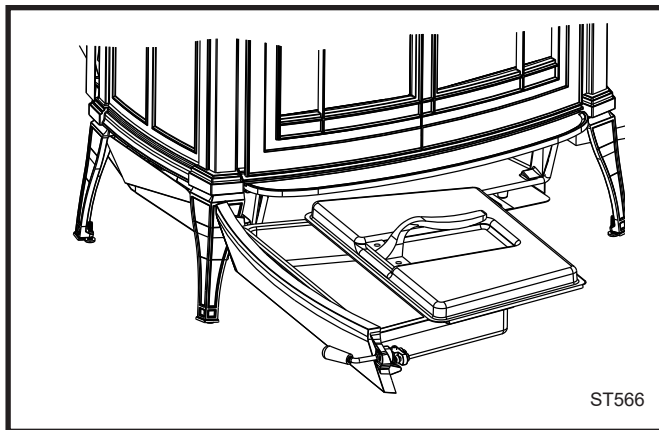

Рис. 41 Убедитесь, что крышка надежно закреплена перед тем, как доставать зольник.
- Накройте зольник крышкой, убедившись, что она надежно закреплена (рис. 41).